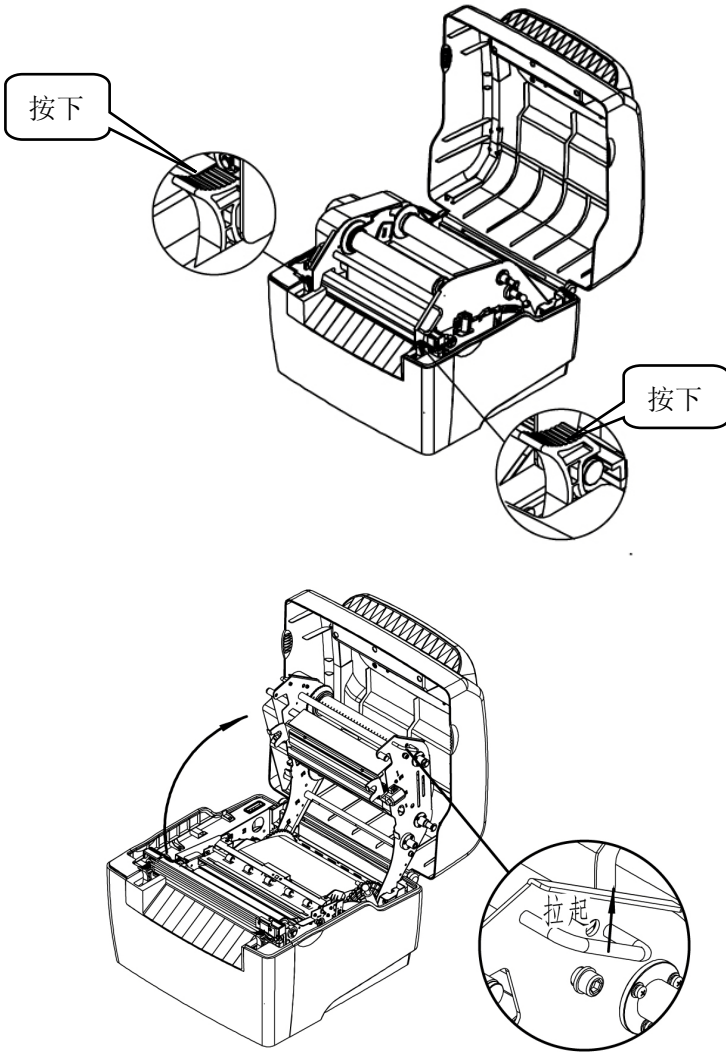

图 2.4.2
- 2) 向下按下支架左右两个锁钩；待碳带支架抬起后抓住两边拉手将其向上翻转至图示角度（不能继续向上翻动为止）（如图 2.4.2）；